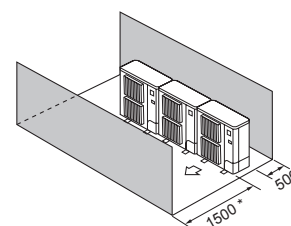

Fig. 2-16
- ④ Enbart hinder på framsidan och baksidan (Fig. 2-16)